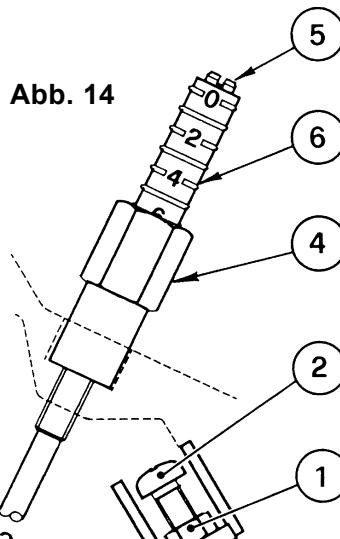

Abb. 14
Die Kontermutter (1) lösen und durch Drehen der Schraube (2) den Zeiger (3) auf die gewünschte Stellung einstellen. Dann die Kontermutter (1) wieder festdrehen, (siehe Abb. 14).
Die Kontermutter (4) lösen und durch Drehen der Schraube (5) den Zeiger (6) auf die gewünschte Stellung einstellen. Dann die Kontermutter (4) wieder festdrehen, (siehe Abb. 14).